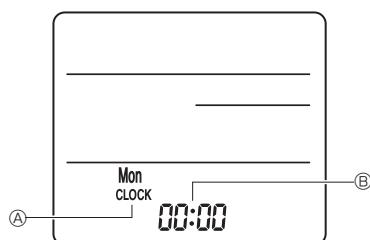

Fig. 7-10
3) Innstilling (klokkeinnstilling) (Fig. 7-10)
① Sett inn batteriene eller trykk på Ⓛ CLOCK-knappen med noe skarpt. [CLOCK] (klokke) Ⓜ og [:] Ⓝ blinker.
② Trykk på Ⓛ RESET Ⓛ-knappen med noe skarpt.
③ Trykk på Ⓛ Ⓞ -knappen for å angi klokkeslettet.